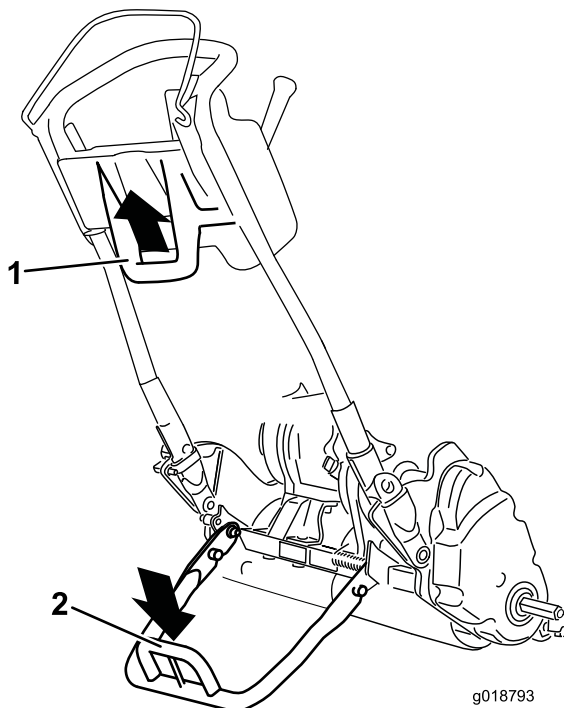

図 24
- ・ 移動走行タイヤの着脱のためにキックスタンドを操作するには、スタンドを床面まで下げ、ループを足で踏みつけた状態のまま、機体下部についているハンドルを持ってマシンを後方に引いてください (図 24)。